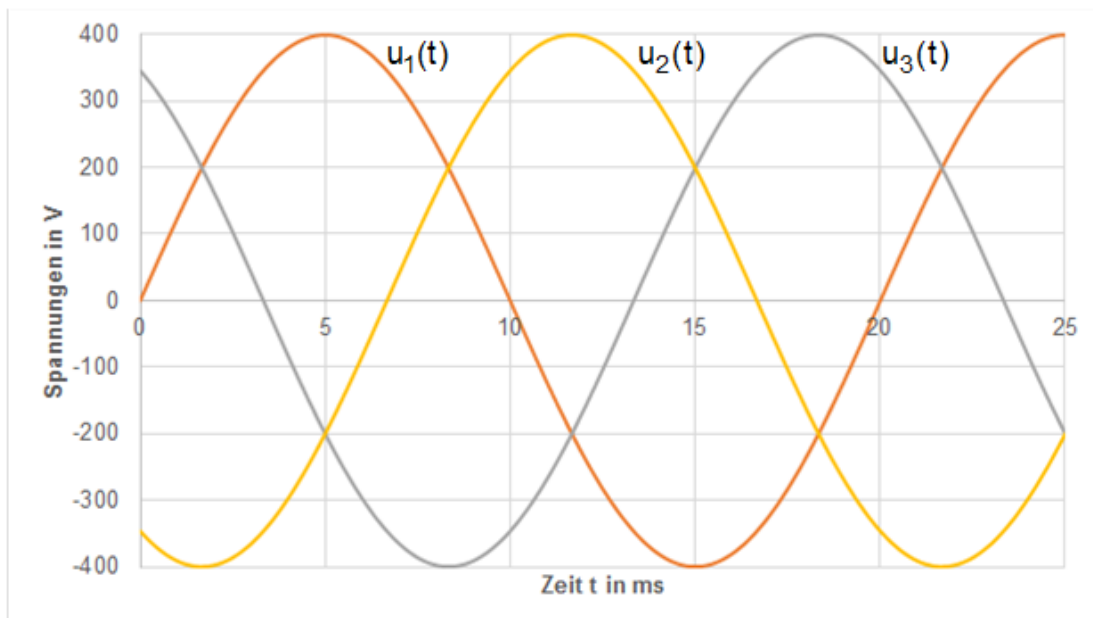

Bild 3 Sternspannungen des Drehstromsystems im Zeitbereich
Die entsprechenden Zeitfunktionen der Sternspannungen entsprechend Gleichung (1) sind nachfolgend im Bild 3 dargestellt:
hinweg. Da die Ständerspulen nun einem veränderlichen Magnetfeld ausgesetzt sind, werden in ihnen gemäß dem Induktionsgesetz Spannungen induziert. Diese Spannungen sind aufgrund der räumlich um 120° versetzten Spulenlage ebenfalls um 120° elektrisch phasenverschoben. Es ergeben sich somit in den drei Stator-Wicklungen drei um 120° phasenverschobene Spannungen, d.h. ein Drehspannungssystem (siehe Bild 3).